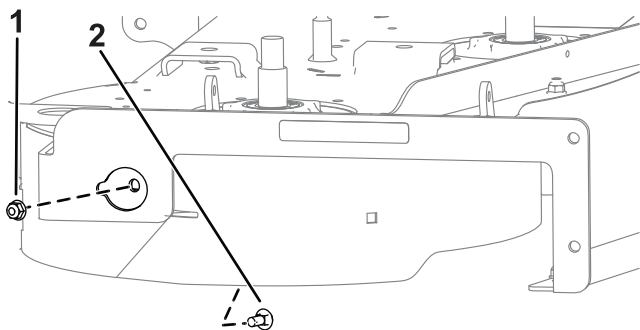

Figure 3
2. Befestigen Sie die rechte Seite des rechten Ablenkblechs mit einer Schlossschraube (5/16" x 3/4") und einer Mutter (5/16"), wie in Figure 3 dargestellt.